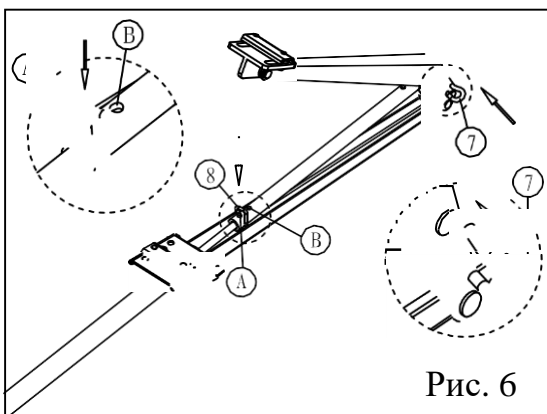
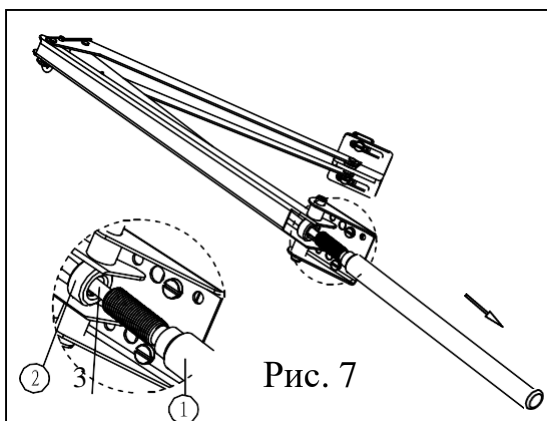

Рис. 6
Рис. 7
Если ваше окно может открываться только в пределах от 30 до 40 см: Следуйте той же процедуре, что и в описании выше, разница заключается в том, что не используйте отверстие , а используйте отверстие <A>. Затем вставьте стопорную шпильку (7) в отверстие рычага В (5). См. рис. 6.
- (Внимание: Не закрепляйте стопорную шпильку (7), пока шпилька (8) не будет установлена в отверстие <A>).
5. Открутите цилиндр (1) из корпуса цилиндра (2), но не снимайте его полностью. (Шток поршня (3) и толкатель (6) должны оставаться в сборе). См. рис. 7.